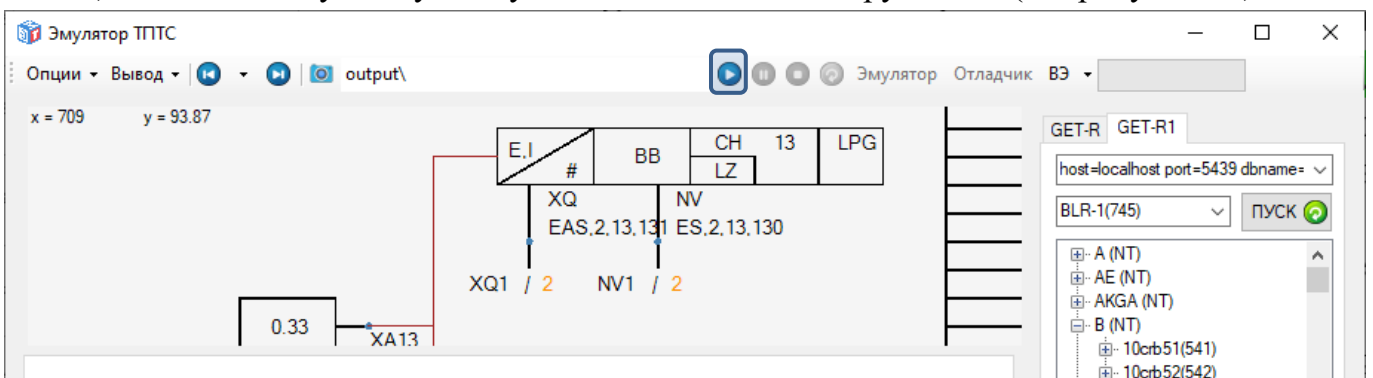

Рисунок 18 – Запуск режима эмуляции
- 2) нажать кнопку «Запуск эмуляции» на панели инструментов (см. рисунок 18).